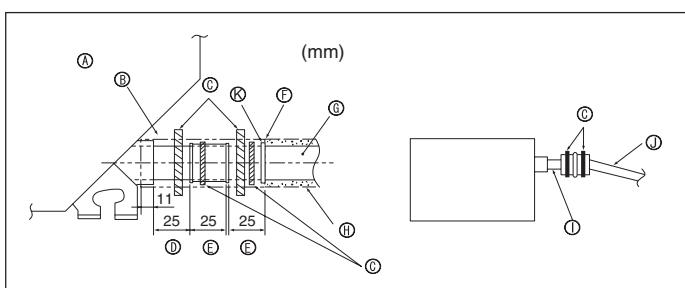

Fig. 5-2
⑧ O.D. ø32 PVC rør	⑪ Fald (1/100 eller mere)
⑨ Gøres så stor som muligt	⑫ O.D. ø38 PVC rør til grupperet rørføring (9 mm isolering eller mere)
⑩ Indendørs enhed	⑬ Op til 85 cm
⑪ Gør rørføringstørrelsen stor til grupperet rørføring
- 1.Tilslut drænmuffen (følger med enheden) til drænporten. (Fig. 5-2)